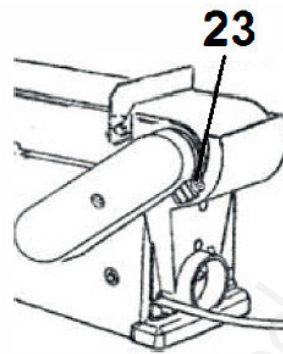

Fig. 13 : Ponçage vertical
- Desserrez la vis de blocage (figure 13, 23).
- Resserrez la vis de blocage (figure 13, 23).